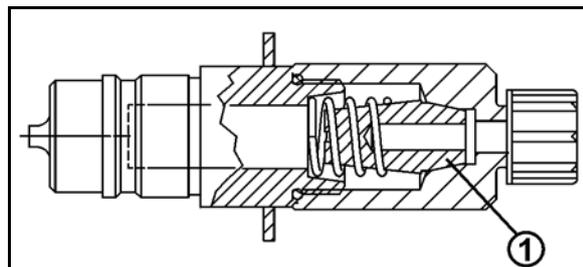

Fig. 182
1. Desenroscar la tapa del imán (Fig. 182/1) abschrauben.
2. Retirar la bobina magnética (Fig. 182/2) abnehmen.
3. Extraer la barra de válvula (Fig. 182/3) con los soportes de válvula y limpiarla con aire a presión o aceite hidráulico.